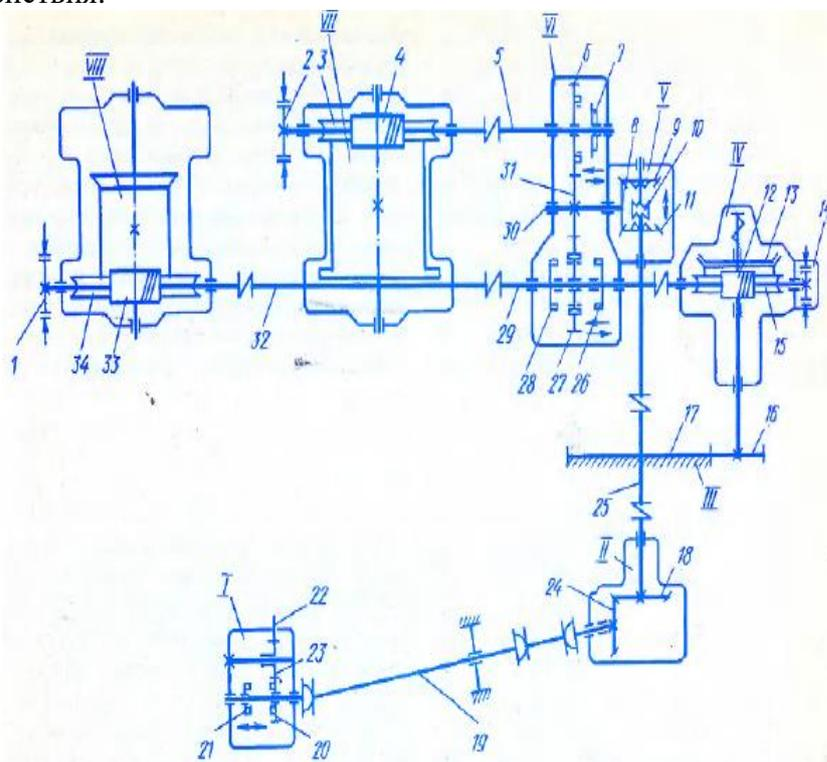

Рис. 58. Кинематическая схема кранов КС-2561Д:
3. Объясните принцип работы кинематической схемы крана КС-2561 (см. рис. 58).